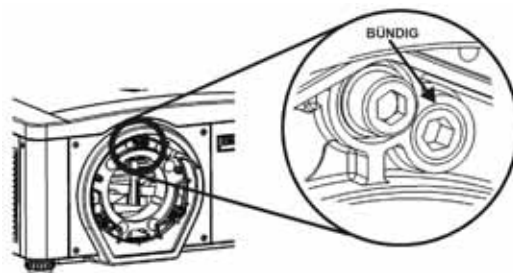

ABBILDUNG 2-3 JUSTIERSCHRAUBE BÜNDIG POSITIONIEREN
9. Die ab Werk eingestellte Mittelachsenposition kann durch Positionierung der drei Justierschrauben annähernd wiederhergestellt werden. Positionieren Sie die Justierschrauben bündig mit der Stirnfläche der Objektivhalterungsplatte und platzieren Sie sie so, dass sie die innere Objektivhalterungsplatte berühren, siehe *Abbildung 2-3 Justierschraube bündig positionieren*. Hierbei ist möglicherweise ein Einstellen von Justierschrauben und Schrauben erforderlich.